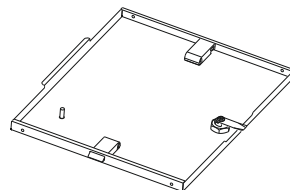

Рисунок 10
2.2 Вставьте в отверстие боковой панели замок, предварительно скрутив с него гайку. Закрепите замок на боковой панели гайкой (рисунок 10).